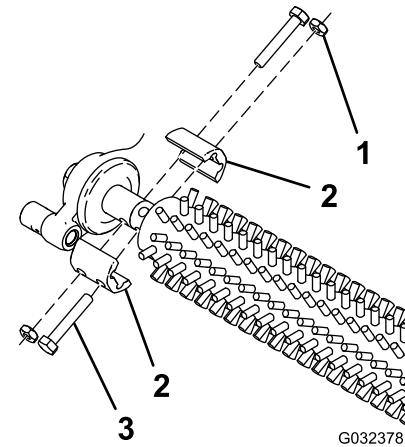

Figura 10
- Utilizzate i 4 bulloni, i controdadi e i serratubi dell'albero rimossi in precedenza per fissare la spazzola per grooming su entrambi i lati della macchina (Figura 10).